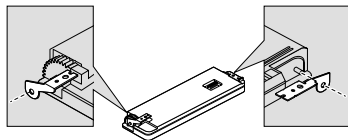

Abb. 12
1. Bringen Sie die Halter an beiden Seiten der Frontplatte an. (Abb. 12)